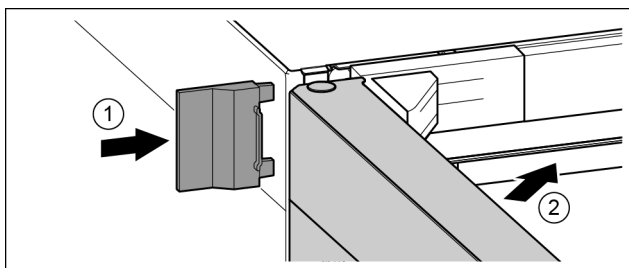

Fig. 42
- ▶ Inserire spingendo la copertura esterna. Fig. 42 (1)
- ▶ Chiudere la porta superiore. Fig. 42 (2)